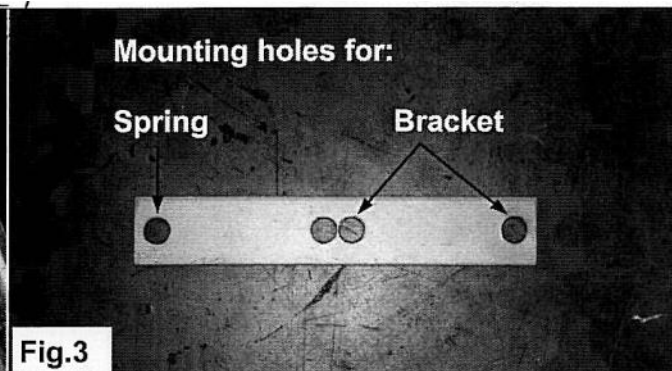

Fig.3
2. Montieren Sie ALB BÜGEL mit dem Bolzen **A** in dem Loch des originalen BÜGELS. Achten Sie darauf daß der BÜGEL so weit wie möglich nach der Hinterseite des Fahrzeugs steht und das der BÜGEL parallel läuft mit den originalen BÜGEL. Brauchen Sie die angegebenen Lochen. Bohren Sie ein Loch von 8mm in dem unteren Loch und montieren Sie den Bolzen **B**. Siehe Fig. 3 und 4.